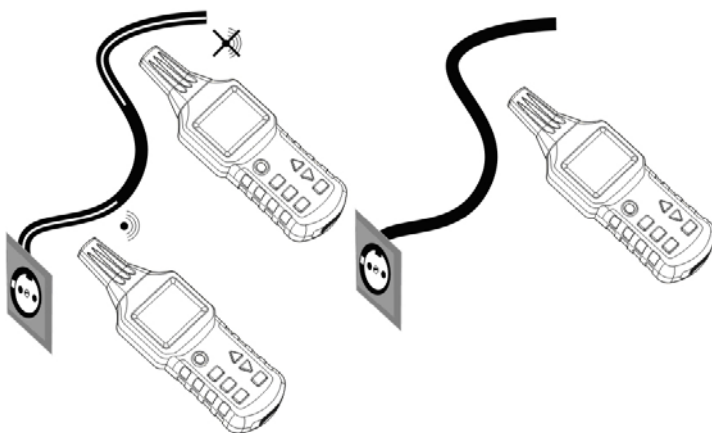

Fig.25
- Occorre effettuare la misura secondo la Fig.25;